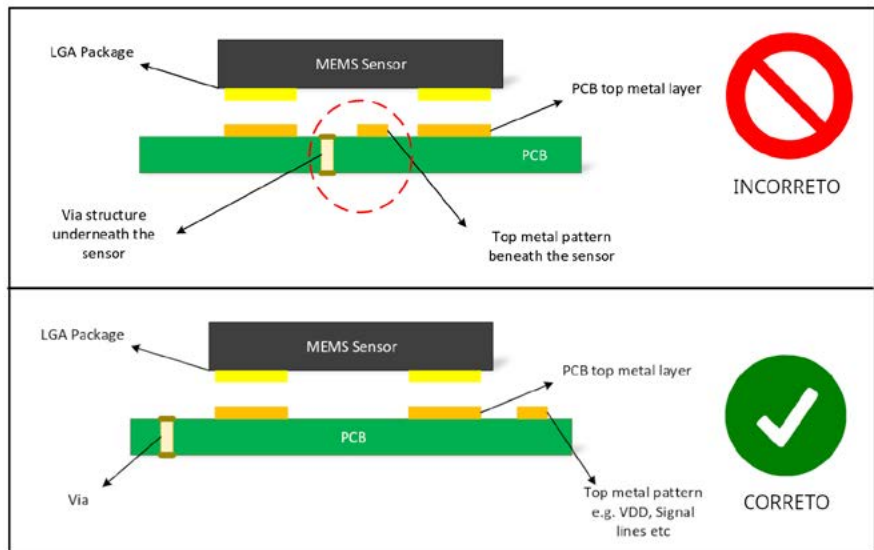

Figura 1. Exemplo de projeto correto e incorreto de PCB considerando a utilização de MEMS LGA.
- Observar no projeto e “layout” da PCB a área livre sob ou no interior da PCB no caso de PCB multiníveis (“multilayers”) utilizada e reservada para o sensor MEMS como mostra a figura 1.
O dreno de um deles (transistor de cima) vai ligado na linha de +B de 390 V do PFC ativo e o source do outro (transistor de baixo) ao terra do circuito. O source do transistor de cima é ligado ao dreno do transistor de baixo, este ponto conectado ao primário do transformador chopper e em série com ele há um capacitor de poliéster de algumas dezenas de nF com tensão de trabalho acima de 600 V. Esta configuração chama-se meia ponte ou half bridge ou ainda LLC, dois indutores e um capacitor em série formando um circuito tanque. A indutância normal e a pequena indutância de fuga do chopper em série com o grande capacitor de poliéster em série com o transformador já citado. Observe a seguir um conversor DC-DC com esta topologia, conforme podemos ver na figura 1.